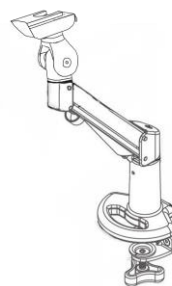

Figura 5 - Supporto per il dispositivo
- 2- **Supporto per il dispositivo** (Figura 5): ogni device è fornito con un supporto. Questo componente permette di ancorare e sostenere il dispositivo durante le misure FOT. Il suo design consente all'utente di aggiustare l'altezza e l'inclinazione del Resmon PRO FULL in modo che la misura venga effettuata nella posizione corretta